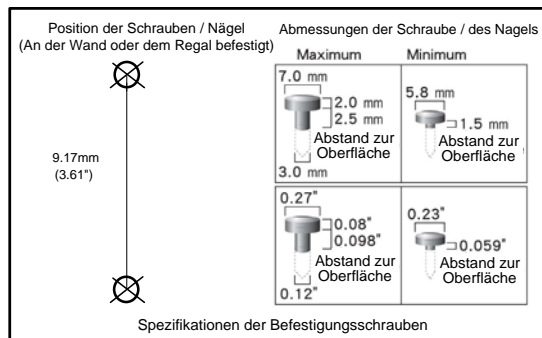

Abbildung 1: Montageanweisungen für das PoE Midspan
1. Bringen Sie die zwei Schrauben in der Wand oder dem Regal an, wie in Abbildung 1 gezeigt.